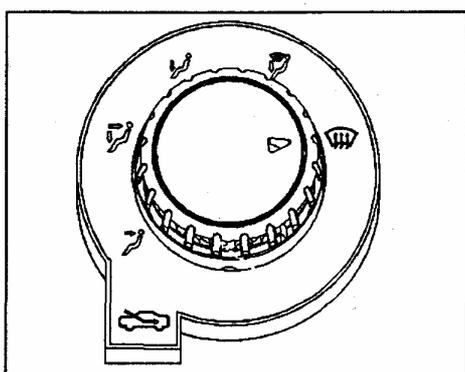

Рис. 798
- 1 ) Переведите кнопку управления в положение вентиляции (Рис. 798).